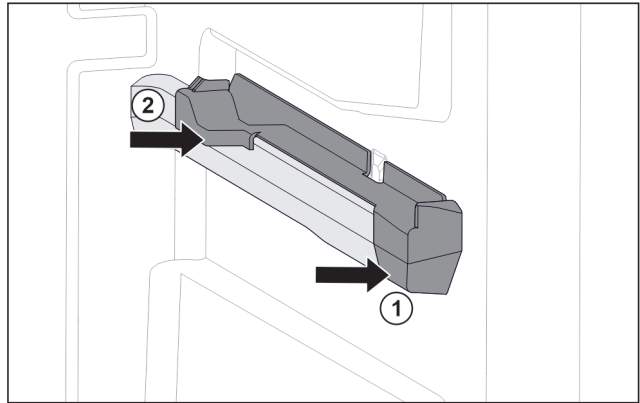

Fig. 57 Aufsteckteil auf der rechten Behälterrippe
- ▶ Aufsteckteil vorne an Behälterrippe ansetzen. Fig. 57 (1)
- ▶ Aufsteckteil hinten andrücken. Fig. 57 (2)